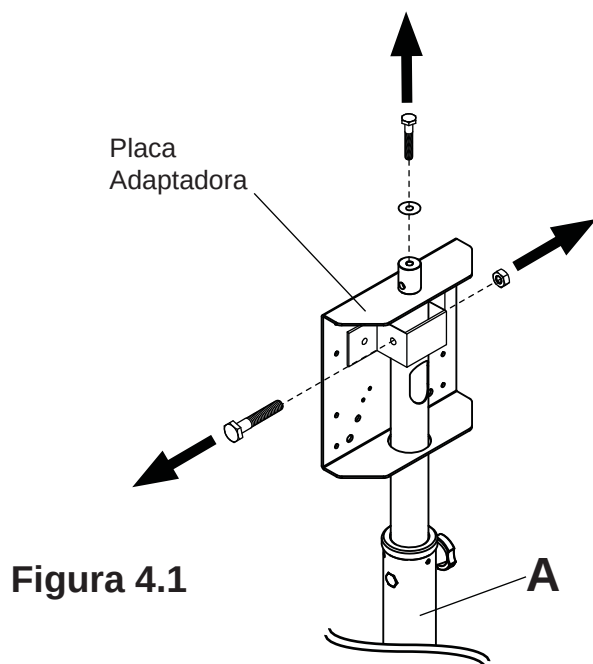
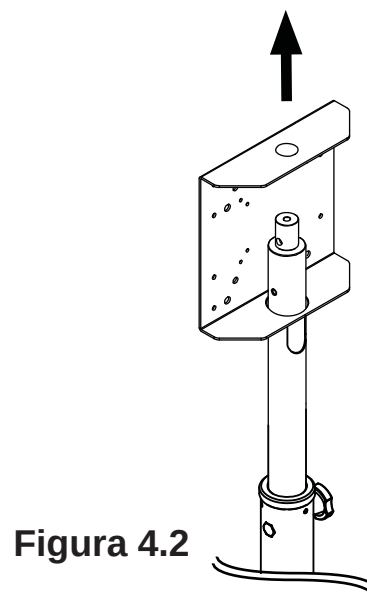

Figura 4.1
Figura 4.2
- 4** Quite el tornillo y la arandela de la parte superior de la columna ajustable (A) con una 1/2" llave como se muestra en la figura 4.1. Quite la tuerca hexagonal y el tornillo de la parte posterior de la placa adaptadora. Placa adaptadora de diapositivas de la columna ajustable (A) de la manera ilustrada en la figura 4.2 .